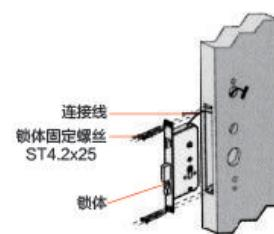

图5
- 6-1 如图5，将锁体装入开好的槽内，注意避免颠倒上下位置同时将锁体连接线穿出门外一侧的孔。用螺丝固定锁体。